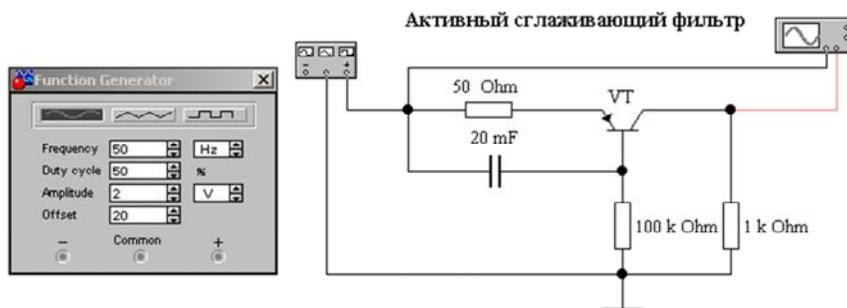

Рис. 17.1. Транзисторный фильтр (файл **act_sf1.ewb**)
1. Исследование активных сглаживающих фильтров. Рассмотреть работу транзисторного фильтра (файл **act_sf1.ewb**, рис. 17.1) при различных амплитудах функционального генератора.